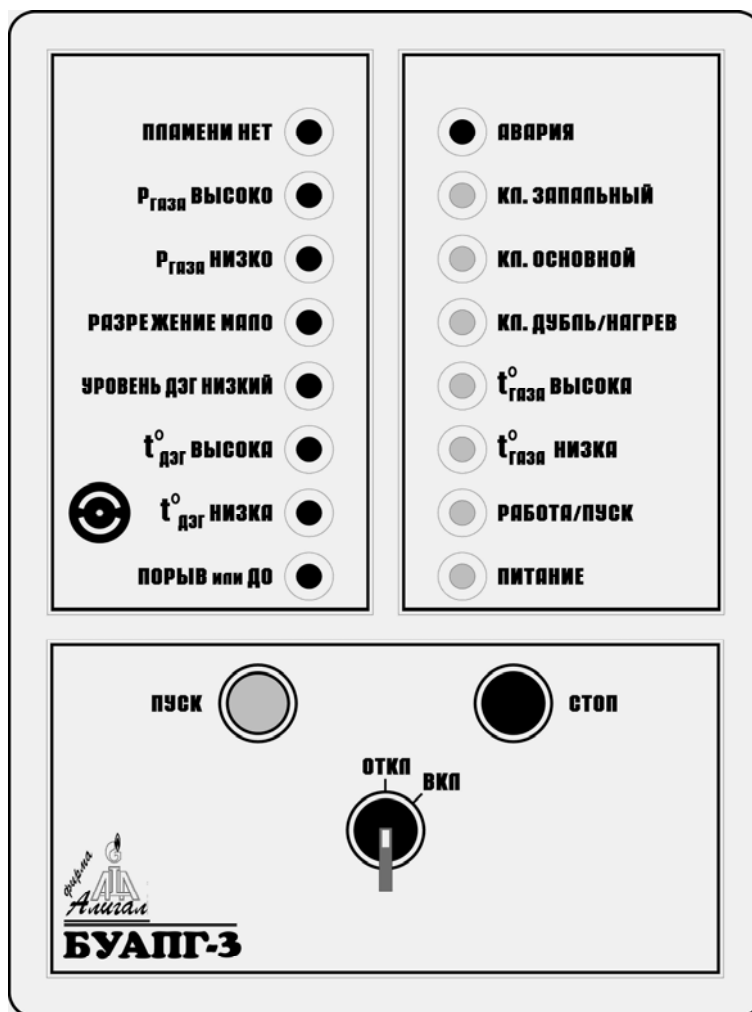

Рис.1. БУАПГ-3-М1. Расположение элементов индикации и контроля на двери шкафа.
- 2.3. Включить питание блока переключателем **ОТКЛ/ВКЛ**. В течении 3 секунд происходит самотестирование блока. При этом мигают все сигнальные лампочки на двери шкафа (см. рис.1). Подождать окончания мигания индикаторов и еще не менее 3 сек.